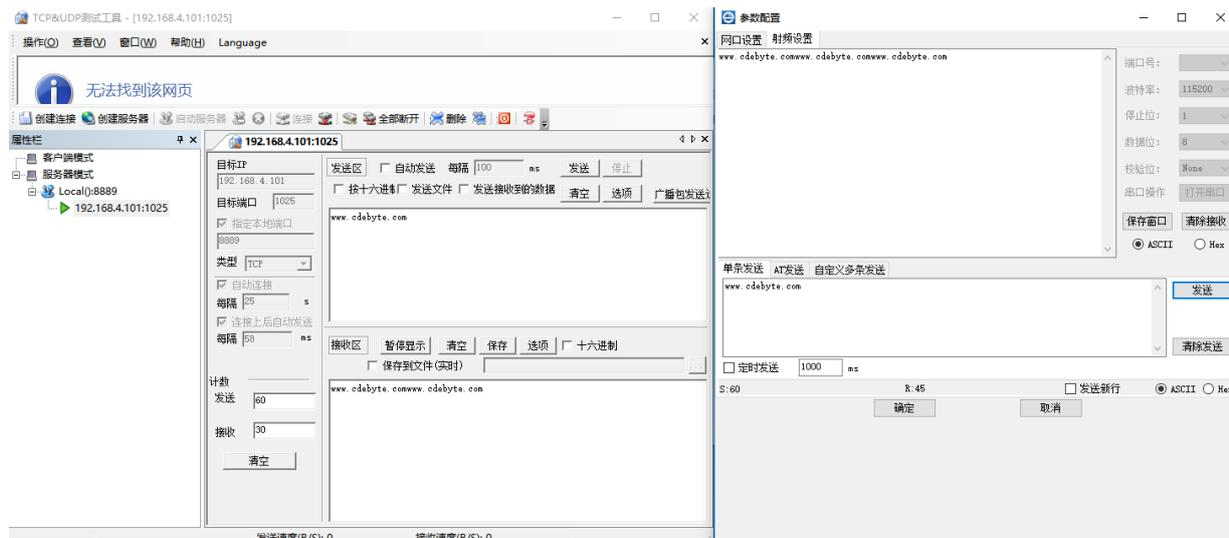

图 6-8 数据透传
(2) 如图 6-8，工作原理：网络测试助手作为服务器，TCP Client 设备作为客户端，使用与 TCP Client 设备在同一无线网络中的设备作为监测设备，服务器和客户端之前通过以太网互相通信，客户端与监测设备通过无线连接。